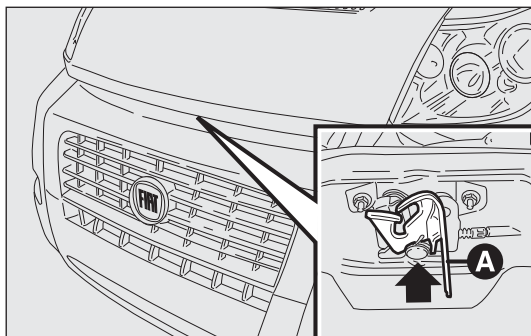

fig. 130
- tirare la levetta A-fig. 130 come indicato in figura;